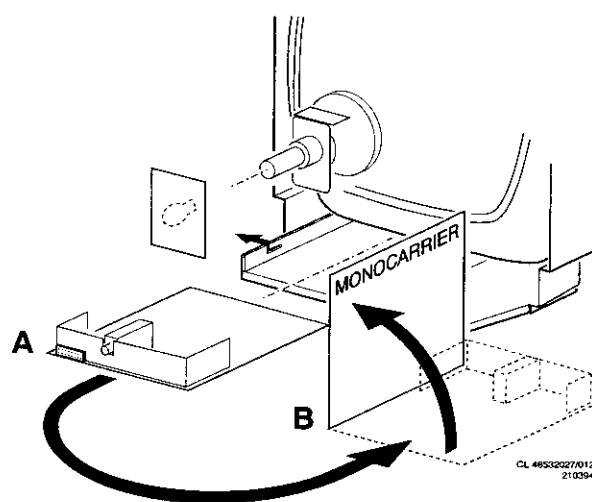

Abb. 4.1
4.1 TV Monoträger-Platine (siehe Abb. 4.1)